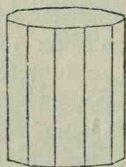

Fig. 147. Prisma dodecagonală.
2. *Modificând unghiurile laterale prin câte 2 fețe,* se obține o **Prisma dodecagonală**, cu 12 fețe laterale, fig. 147.